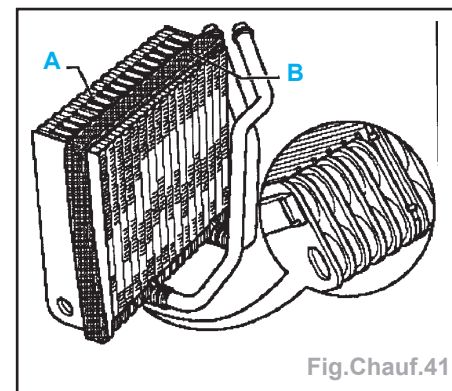

Fig.Chauf.41
- Il faut placer un joint (B) entre la partie supérieure et latérale de l'évaporateur (A) et le carter pour assurer l'étanchéité (Fig.Chauf.41).